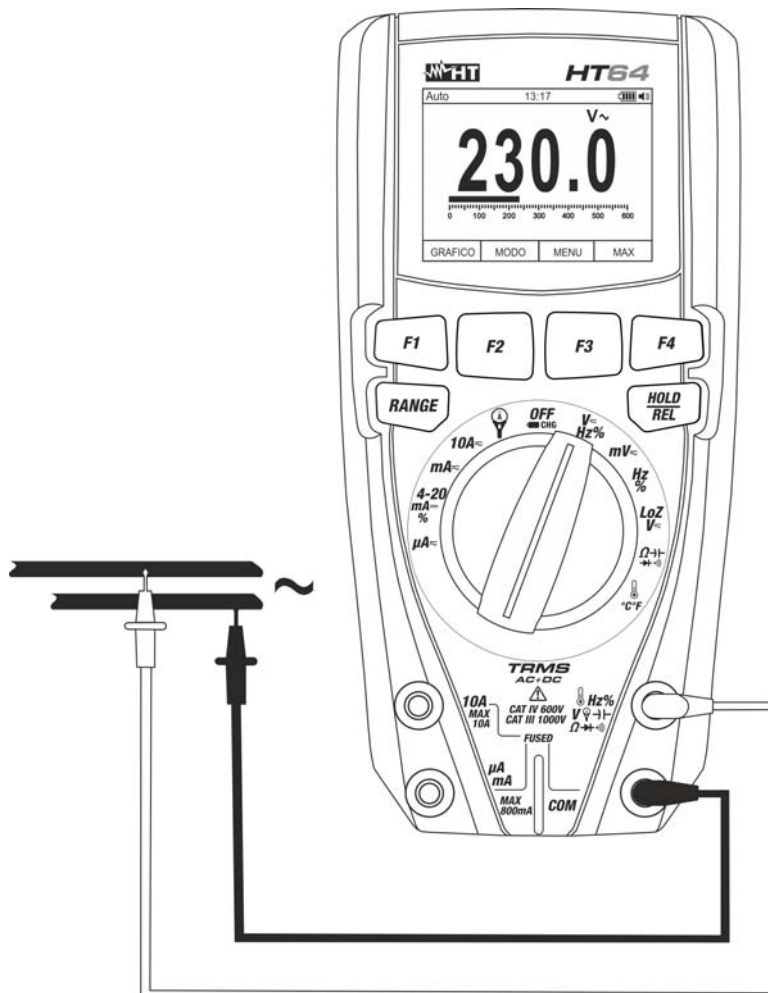

Fig. 23: Uso dello strumento per misura di Tensione AC
4. Posizionare il puntale rosso ed il puntale nero rispettivamente nei punti del circuito in esame (vedere Fig. 23). Il valore della tensione è mostrato a display